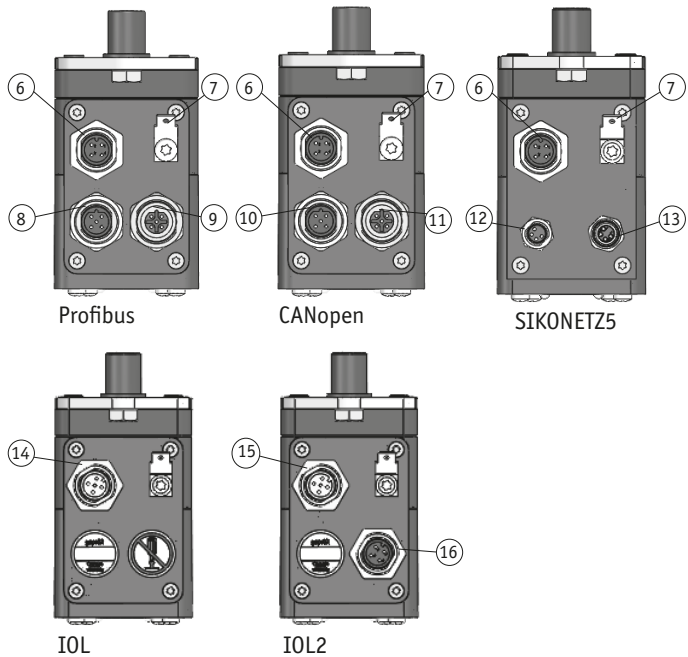
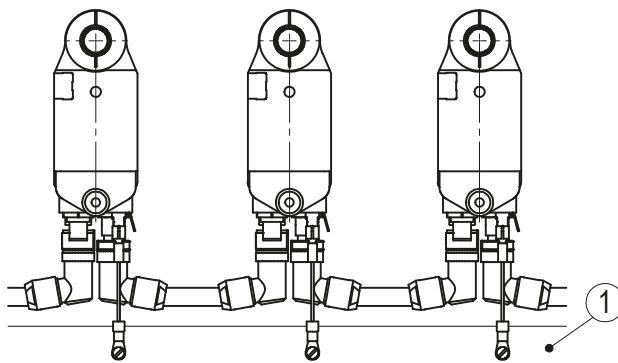

Abb. 7: Anschlusselemente
Abb. 8: Erdungsschiene
Zum Schutz vor Störungen müssen die Schirme der Signalleitungen und Netzleitung beidseitig angeschlossen werden. Potentialunterschiede führen zu unzulässigen Strömen auf dem Schirm. Den Erdungsanschluss ⑦ zwischen den Anschlusssteckern auf das Schutzleiterpotential legen (siehe **Abb. 7**). Verwenden Sie dazu 6,3 mm Flachstecker mit kurzer Litze 2,5 mm² ... 4 mm² (nicht im Lieferumfang). Bei mehreren Stellantrieben wird empfohlen die Erdung auf eine Erdungsschiene ① anzuschließen (siehe **Abb. 8**).